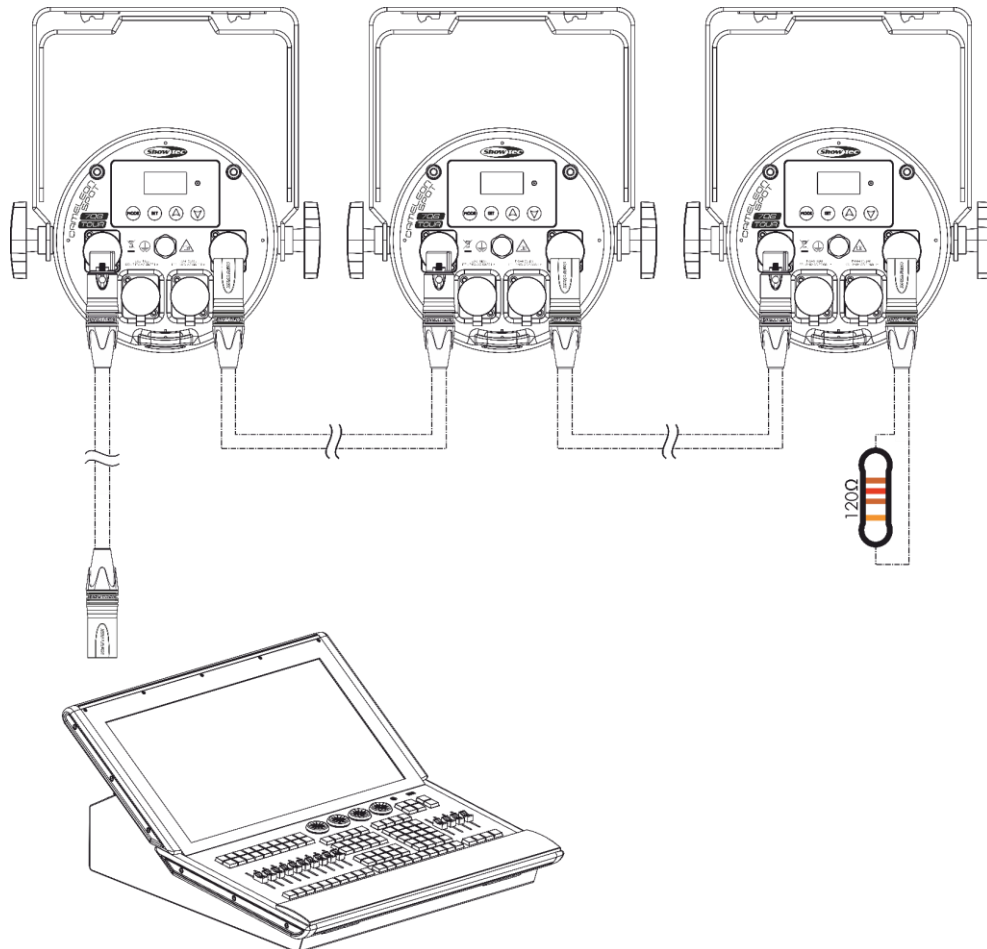

Fig. 10
- 03) Herhaal stap 2 om alle apparaten in een serieschakeling aan te sluiten zoals in Fig. 10.